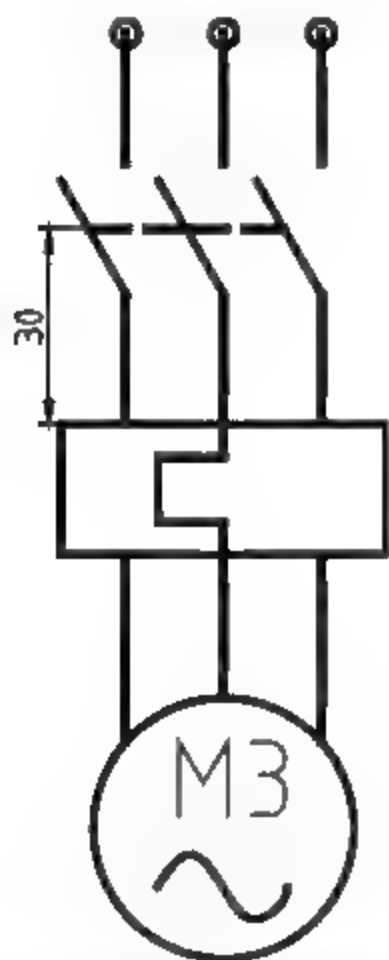

图6-110 绘制直线
(12) 调用L【直线】命令，绘制直线，并设置其【线型】为ACAD\_ISO02W100，如图6-110所示。